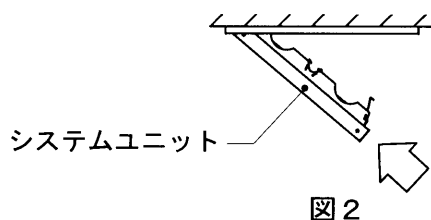

図1
(1) システムユニットの取り付けかた
- ① システムユニットの枠を持って引掛金具を本体の角穴に引っ掛けた後、反対側の枠端部からを押上げてください。(図1)